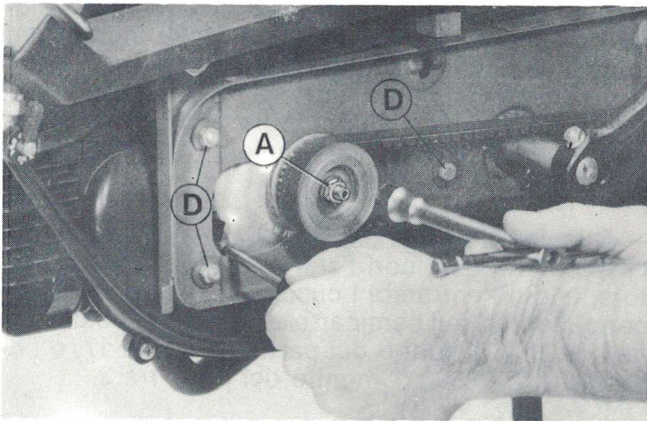

Fig. 15
- Tenendo bloccato il volano, con l'ausilio di un cacciavite, come rappresentato in fig. 15, togliere il dado «A» e rimuovere la puleggia motrice.
— Dopo aver tolto i dadi e bullone «D» (fig. 15) orientare verso il basso la testata del motore e contemporaneamente inclinarlo verso destra (nel senso di marcia), fino a permettere la sua estrazione dal telaio, senza forzare sulle pareti dello stesso.